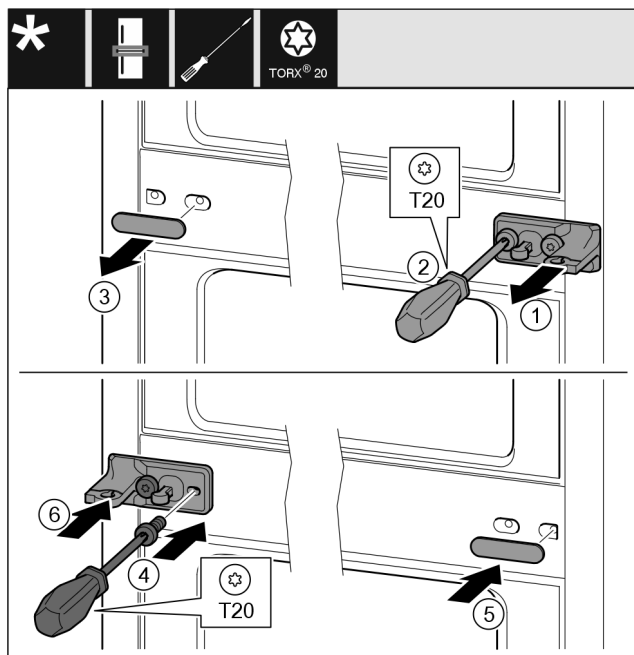

Fig. 41
- ▶ Snemite šipo Fig. 41 (1).
- ▶ Izvijte vijake Fig. 41 (2) z izvijačem.
- ▶ Previdno snemite pokrov Fig. 41 (3).
- ▶ Zategnite ležajni podstavek s folijo Fig. 41 (4), obrnjen za 180°, na drugi strani.
- ▶ Namestite pokrov Fig. 41 (5), obrnjen za 180°, na drugi strani.
- ▶ Nasadite šipo Fig. 41 (6) s sprednje strani.